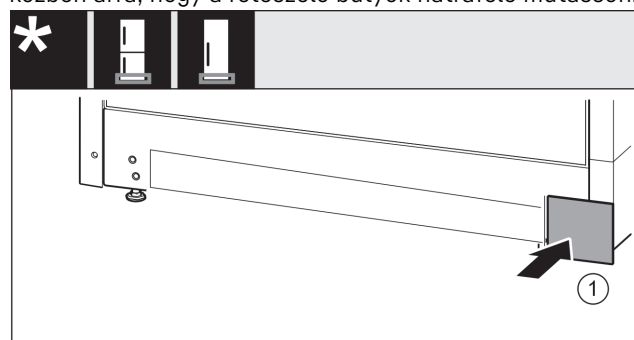

Fig. 17
- ▶ Tegye vissza a fedelet Fig. 17 (1) a másik oldalra.